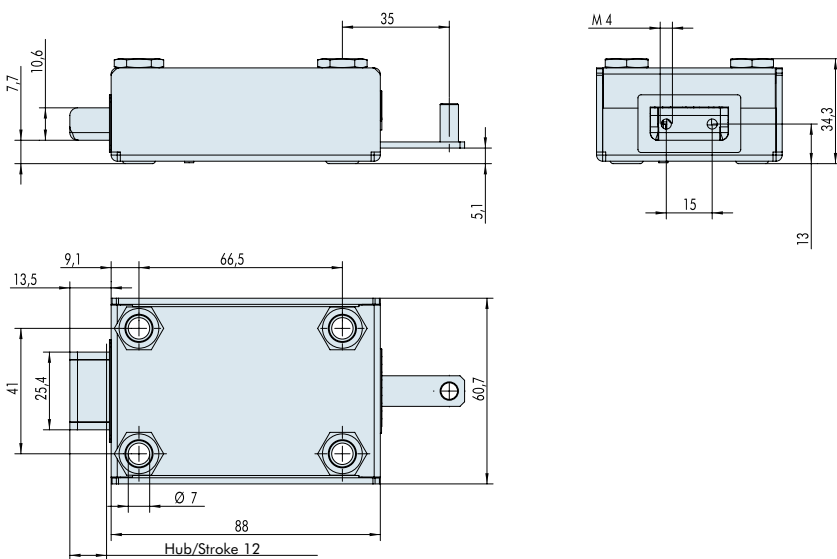

Abb. 2: Einbaumaße Remote 3010 mit optionaler mech. Notentriegelung
- Einzeladern des Kabels von/zur Fremdsteuerung in die Klemmleiste am Schloss klemmen und Arretierung prüfen (siehe Abb. 2).